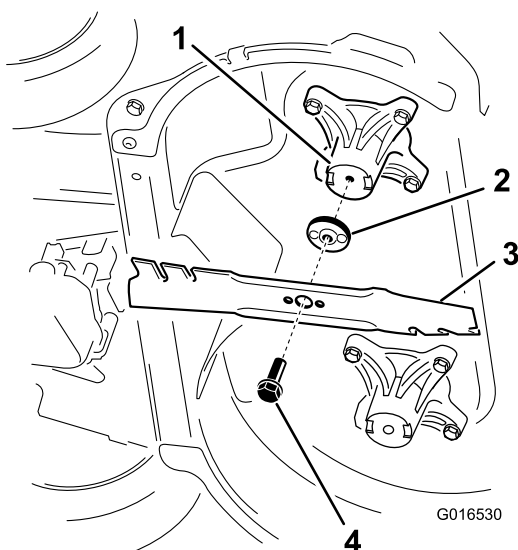

Рисунок 45
2. Снимите каждый нож, как показано на Рисунок 45.
1. Установите первый нож так, чтобы он находился в горизонтальном положении, вместе со всеми крепежными деталями, как показано на Рисунок 45.